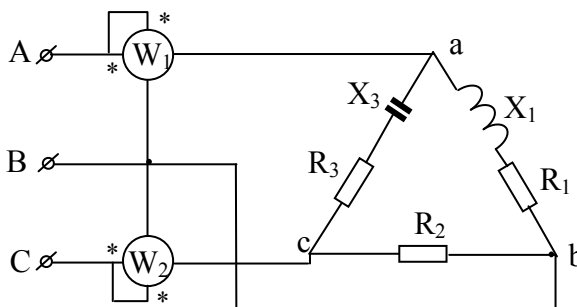

Рис. 3.5.6
3.5.6. Трехфазный несимметричный приемник соединен треугольником (рисунок 3.5.6). Определить показания ваттметров и построить векторную диаграмму, если сопротивления:  $R_1=4$  Ом,  $X_1=3$  Ом,  $R_2=5$  Ом,  $R_3=3$  Ом,  $X_3=4$  Ом, а линейное напряжение источника питания  $U_{\text{л}}=220$  В.